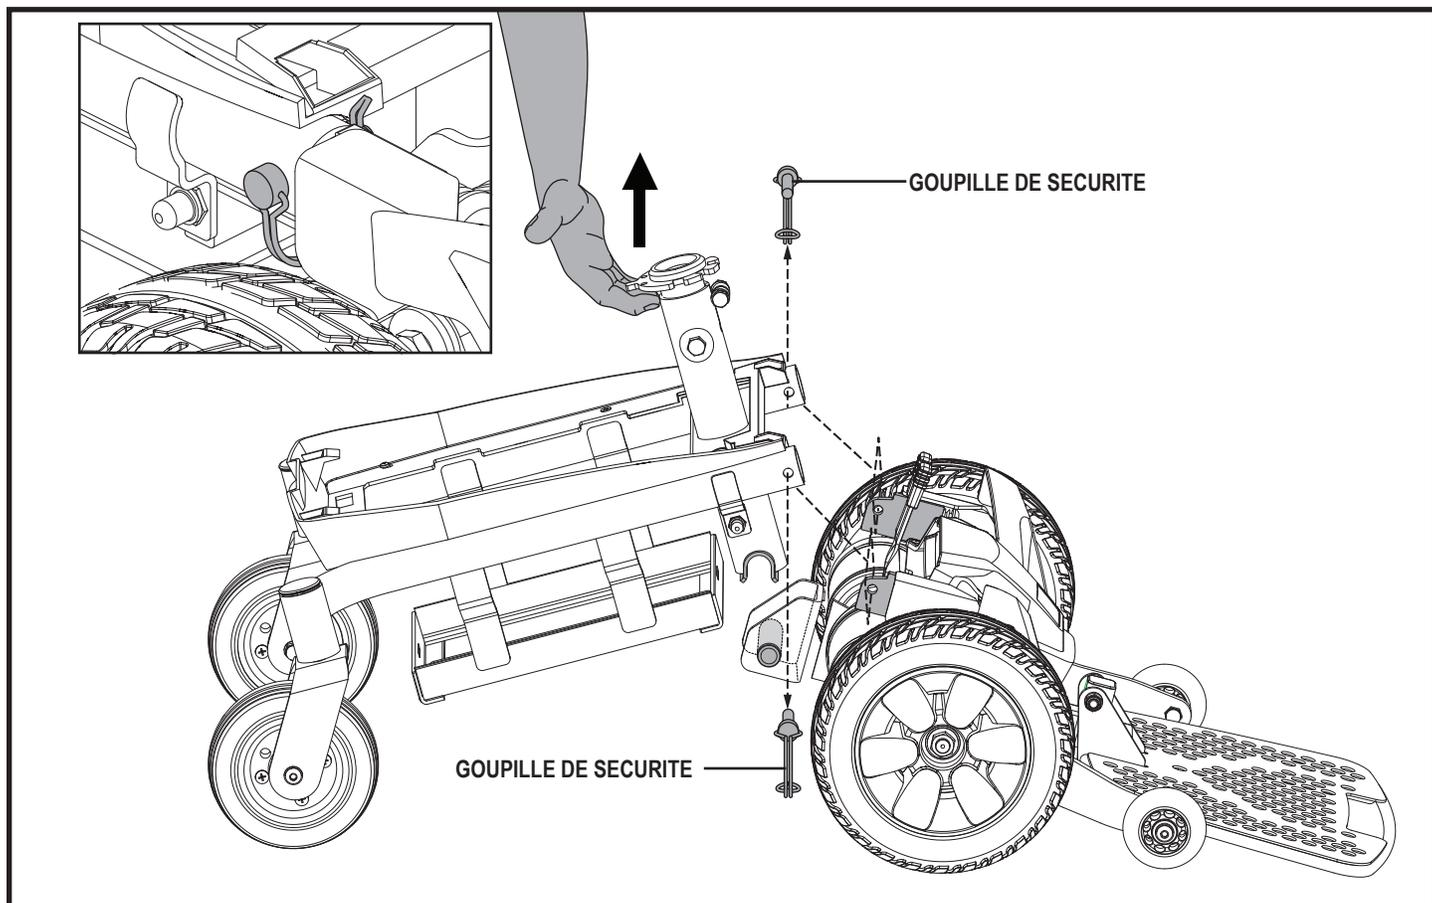

Figure 10. Retirer la base motorisée du Jazzy Elite ES Portable et Jazzy Sport Portable
On peut désassembler le Jazzy Elite ES Portable et Jazzy Sport Portable en plusieurs composantes: le siège, la carrosserie, les batteries, la partie arrière de la base motorisée et la partie avant de la base motorisée. **Voir la figure 10.**
10. Retirez les languettes de verrouillage de sécurité qui relient la partie arrière de la base motorisée à la partie avant de la base motorisée. **Voir la figure 10.**